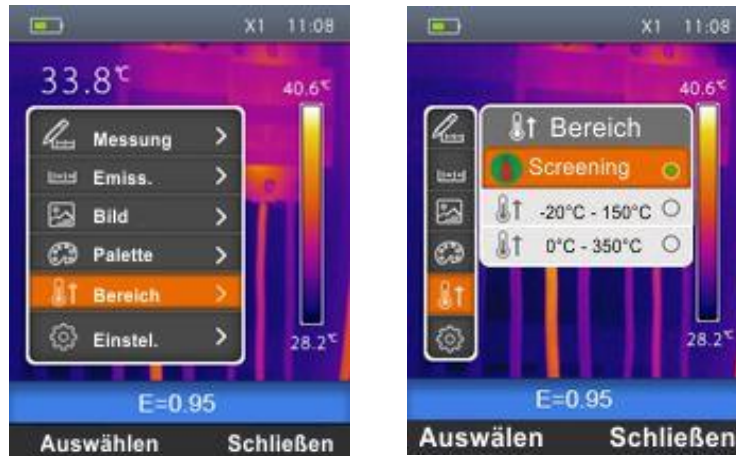

Abb. 27: Einstellung des Messbereiches des Gerätes
1. Wählen Sie "Bereich" mit den \oplus oder \ominus Tasten aus und drücken Sie die Taste. Die Bildschirmseite Abb. 27 – Rechte Seite erscheint im Display.